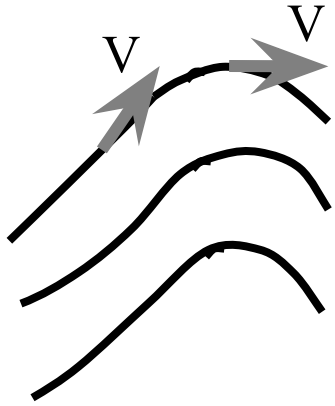

Рис. 45
- Графически движение жидкостей изображается с помощью **линий тока**, которые проводятся так, что касательные к ним совпадают по направлению с вектором скорости жидкости в соответствующих точках пространства (рис. 45).